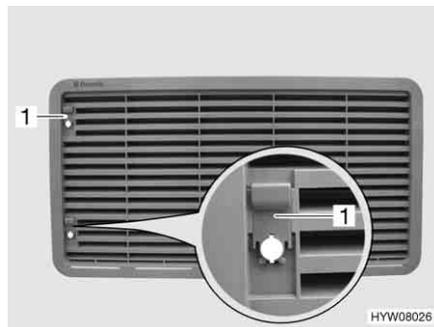

Bild 148 Kühlschrank-Lüftungsgitter (mit Schieber)
- Schieber (Bild 148,1) nach oben schieben.